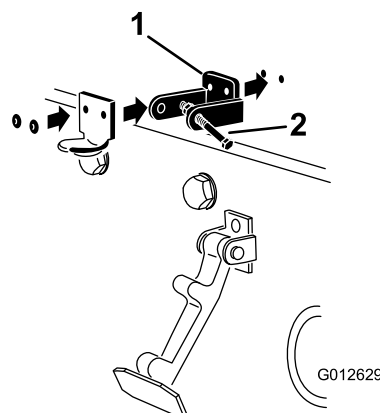

Figure 35
6. Rivez les supports et les rondelles sur le capot (Figure 35).